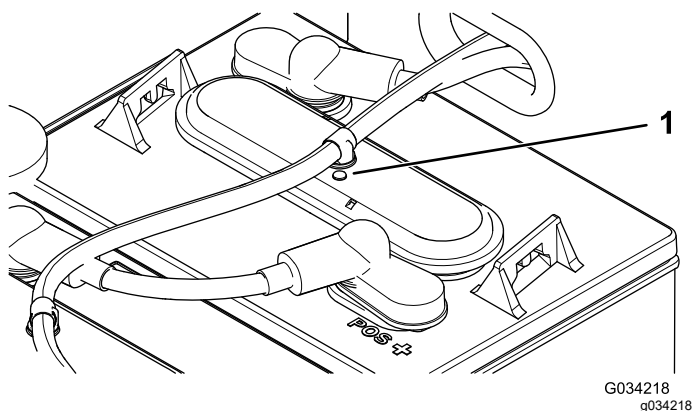

Figura 38
- Compruebe los testigos de cada una de las baterías para ver si están negros o blancos (Figura 38).